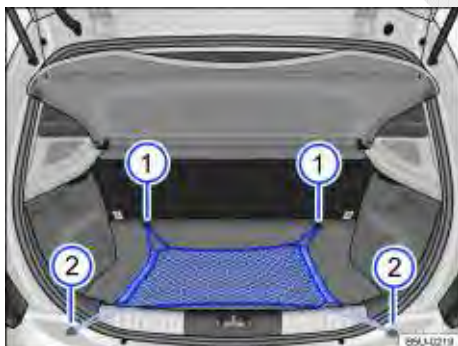

Fig. 79 No compartimento de bagagem: rede para bagagem.
Encaixar as alças da rede para bagagem ⇒ Fig. 79 ① e ② nos olhais existentes no compartimento de bagagem.